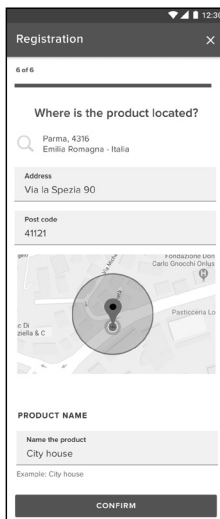

FIG. 8
- Tocar la lupa (FIG.8) para introducir la dirección correcta